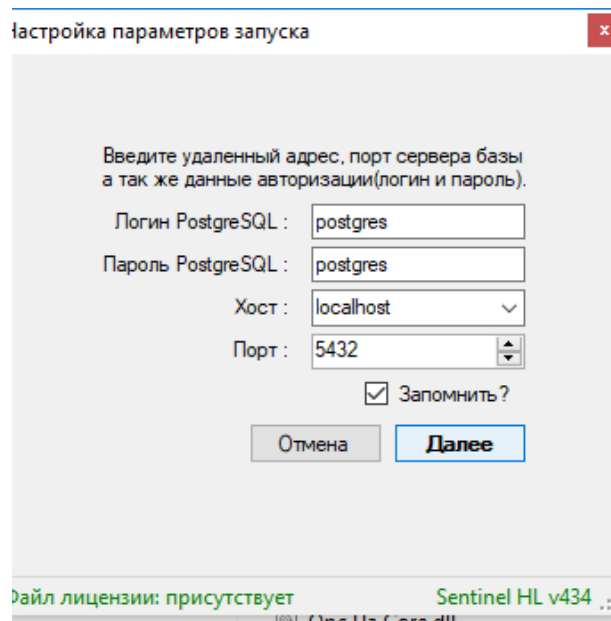

Рисунок 169. Шаг 2. Регистрация в СУБД
3. Далее откроется окно, где указаны регистрации БД (если при установке ПО менялся пароль, то необходимо ввести тот пароль, который был задан при установке), рисунок 169.